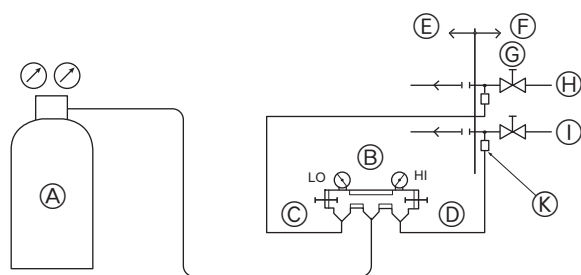

Fig. 5-11
① Prueba de fuga de gas (Fig. 5-11)